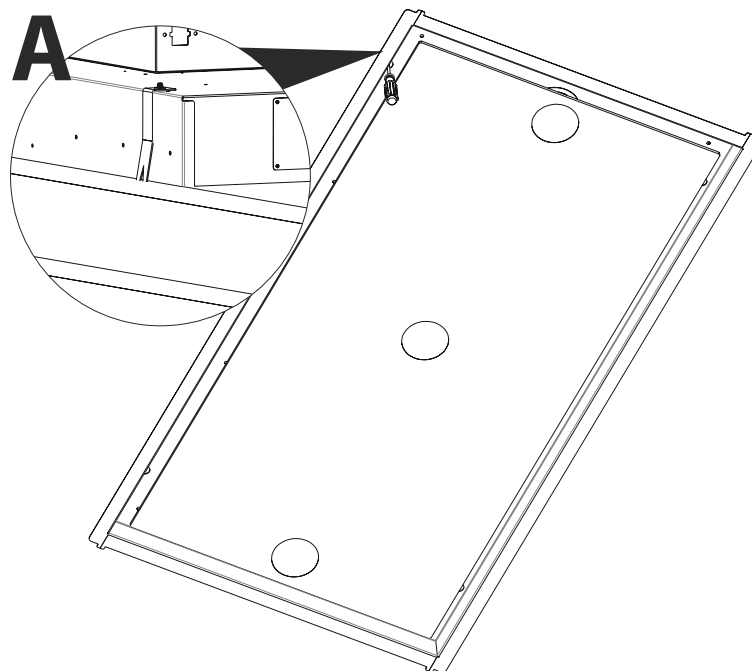

Fig. 9
3. ➔ Skru nu på de 4 skruer, som vil stramme beslagene og stramme emhætten fast på overfladen. (Fig. 9).
Vær opmærksom på at emhætten er tæt og plan med loftet (Fig. 9/A).